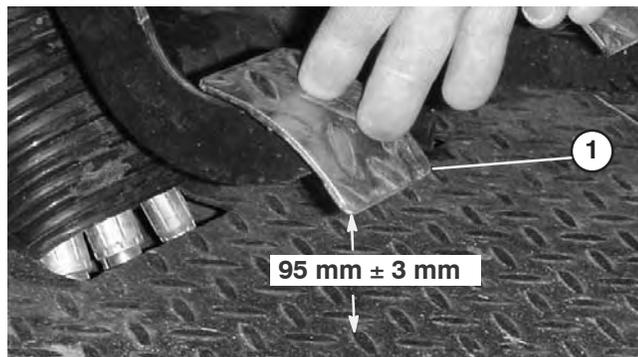

Figure 62
3. Réglez les écrous de blocage et/ou la rotule jusqu'à ce que le bord inférieur arrière de la pédale d'embrayage soit à  $95 \text{ mm} \pm 3 \text{ mm}$  du haut du plancher quadrillé quand une force de 18 N est appliquée sur la pédale (Fig. 62).